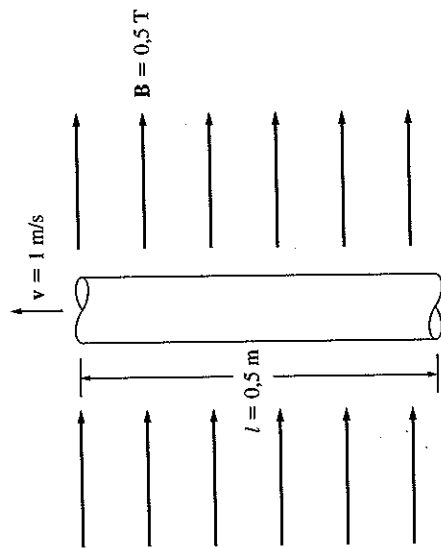

FIGURA P1-8
- 1.11 Repita o Problema 1-10 para o condutor da Figura P1-8.